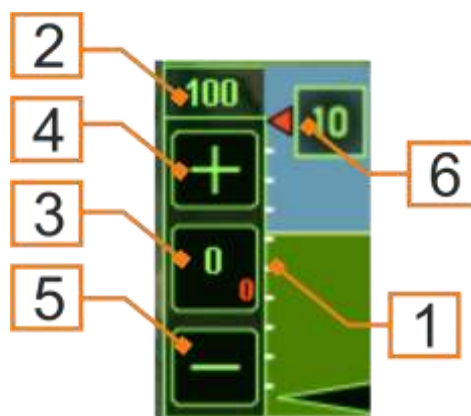

Рисунок 93 – Элементы сектора контроля и управления высотой полета БВС
10.3 Сектор контроля и управления высотой полета (Рисунок 93) включает в себя следующие элементы:
– шкала высоты (Рисунок 93 поз. 1) предназначена для графического отображения относительной разности (больше или меньше) между заданной высотой полета (положение треугольника) и текущей барометрической высотой полета (центр шкалы).
– индикатор заданной высоты (Рисунок 93 поз. 2) отображает значение заданной высоты полета БВС.
– индикатор текущей высоты (Рисунок 93 поз. 3) отображает:
– кнопка увеличения заданной высоты (Рисунок 93 поз. 4) и уменьшения заданной высоты (Рисунок 93 поз. 5). Изменение высоты полета БВС осуществляется путем нажатия кнопки. Каждое нажатие кнопки приводит к изменению значения высоты в зависимости от выбранного шага изменения высоты полета.
– кнопка выбора шага изменения высоты полета (Рисунок 93 поз. 6). При нажатии принимает значения «1», «10», «50», «100» поочередно. Нажатие кнопки увеличения или уменьшения заданной высоты приводит к изменению значения высоты полета в зависимости от выбранного значения: на 1 м, на 10 м, на 50 м и на 100 м соответственно.